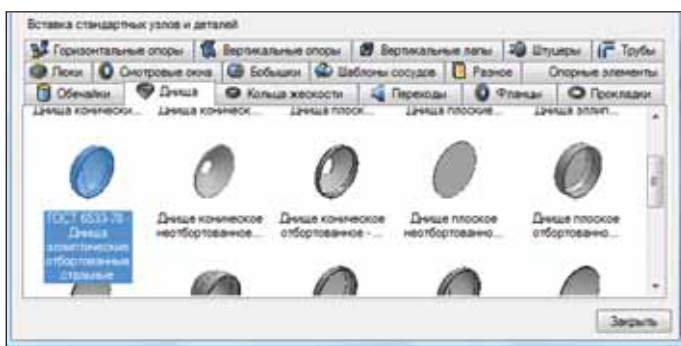

Рис. 13. Выбор эллиптического днища
6. В главном окне программы выберите из библиотеки папку *Днища*, элемент *ГОСТ 6533-78 – Днища эллиптические отбортованные стальные* (рис. 13).